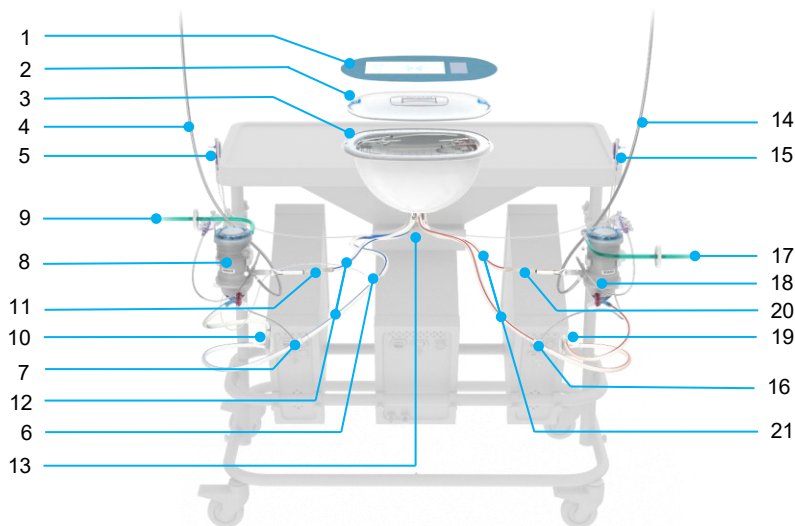

Figura 9 Liver Assist Perfusion Set
En la parte superior del carro se monta una mesa (tablero) para crear una superficie de trabajo. En la mesa se encuentra el soporte del recipiente para el hígado, una cavidad en la que se coloca dicho recipiente del equipo de perfusión desechable Figura 9; elemento 3). Las propiedades de aislamiento térmico de la mesa mantienen la temperatura de perfusión en el recipiente para el hígado. La cubierta térmica situada debajo de la mesa protege los tubos del aire caliente expulsado por la Unidad térmica. A ambos lados de la mesa, se monta un porta sensor de presión en el que los sensores de presión desechables se colocan a la misma altura del hígado. Estos porta sensores de presión están provistos de un soporte para evitar el reposicionamiento involuntario de la válvula del sensor de presión. A cada lado del carro se encuentra un soporte de oxigenador para colocar los dos oxigenadores del equipo de perfusión. Además, los soportes están equipados con una abrazadera para alojar el colector de muestras.
Los Liver Assist Perfusion Sets son de un solo uso y están diseñados para albergar tanto el hígado como la solución de perfusión durante la perfusión (Figura 9). Los sets son estériles y se envasan en una bandeja de polietileno sellada con una lámina Tyvek.
- Conecte los sensores de caudal a los tubos de silicona (Figura 9, elemento 11 y 20), situados cerca del lado arterial de los oxigenadores tanto del circuito PV como del HA.